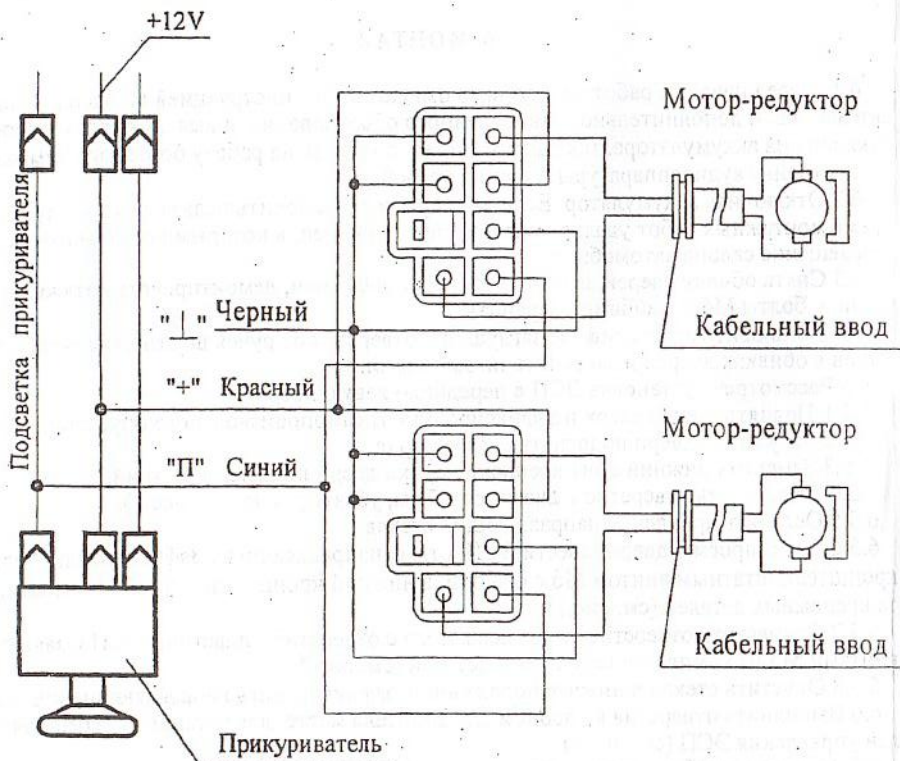

Рис.2
6.7 Протянуть кабели до соответствующих ЭСП через отверстия дверей и отверстия в стойках. Выполнить соединения в соответствии со схемой подключения ЭСП (см. рис.2).